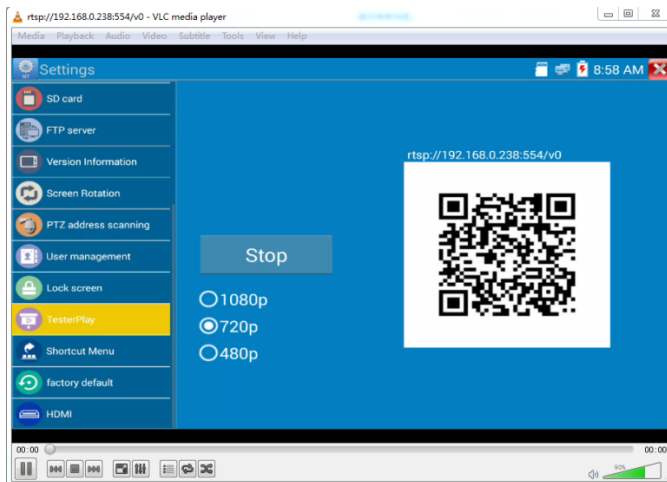

Рис. 22 Пример трансляции изображения на ПК с тестера с помощью VLC плеера
- 5) Просмотрите изображение (рис. 22).